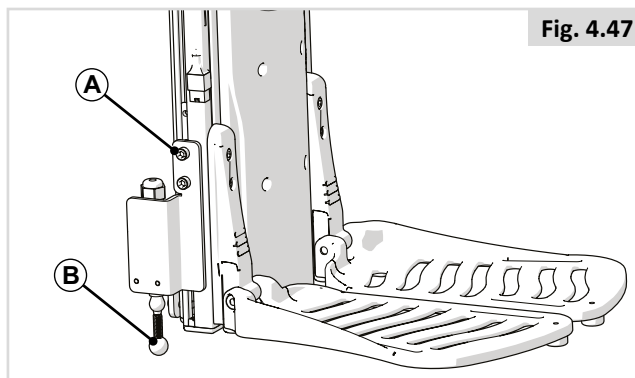

Fig. 4.47
En el caso de presentar la función opcional "Reposapiés al suelo" (Fig. 4.47), el sistema incluye un interruptor. Debe ajustar la altura del interruptor (A) después de ajustar la longitud inferior de la pierna. Asegúrese de que la bola del interruptor esté completamente por debajo del borde inferior del reposapiés (B).